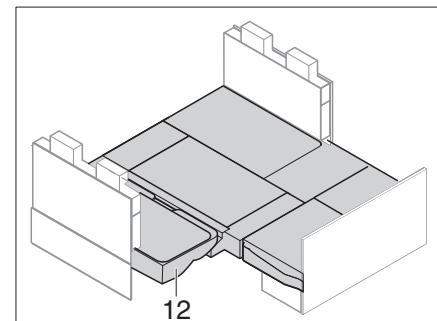

Fig. 235 Despues de la transformación
- Colocar los cojines del asiento y las ampliaciones del banco de asiento. Colocar cojín del respaldo (Fig. 235,12) en el cojín adicional.